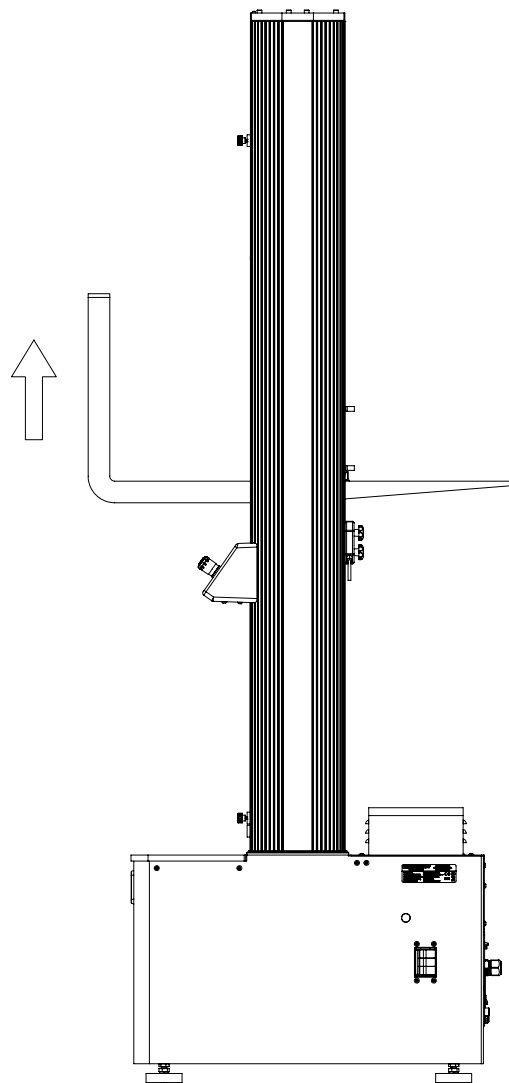

図 22. クロスヘッドからフレームを持ち上げる
1. フォークにパッドを当てて、あるいはクロスヘッドを保護材で包み、フォークリフトを使用して、コラム間のクロスヘッドの下に、注意してフォークを差し込みます。74 ページの 図 22 を参照してください。